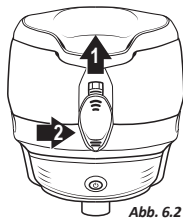

Abb. 6.2
2. Schieben Sie den Verschluss mit einer Hand nach oben und drücken Sie mit der anderen den Gehäuse-Riegel ein (Abb. 6.2)